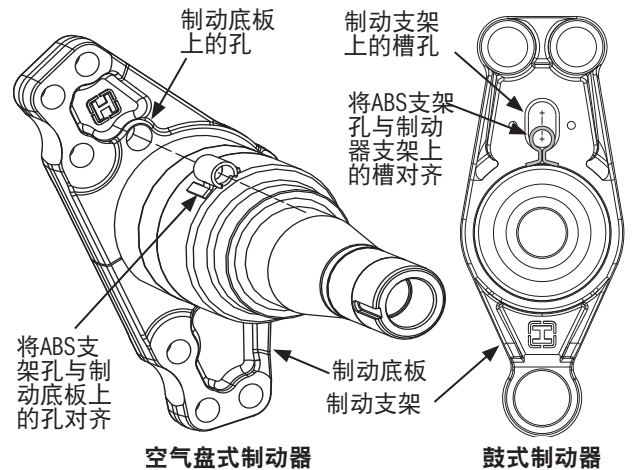

图2：将ABS支架与制动支架槽对齐
4. 要将ABS支架沿着车轴外径进行定位(图2)，将ABS支架孔的中心与制动支架槽的中心，或制动底板中孔的中心对齐。